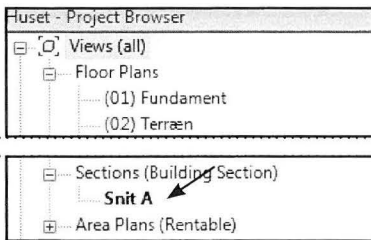

Fig. 15.01. Stå i *Snit A* i *Project Browseren*.
- Dobbeltklik på *Snit A* i *Project Browseren* (Fig. 15.01).